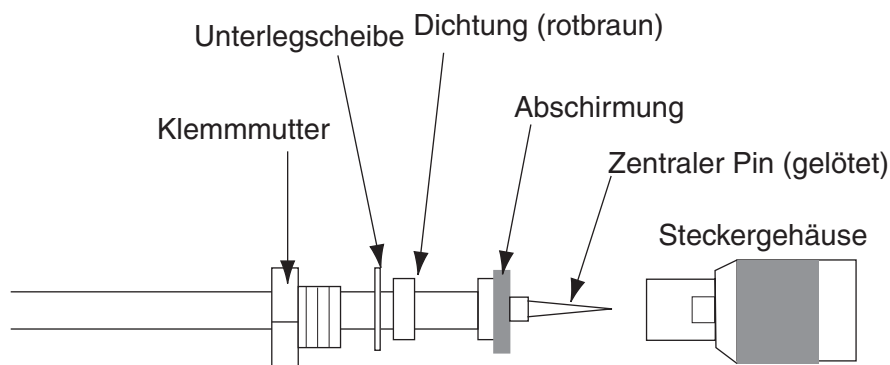

Abbildung 6-2 Zusammenbau des Anschlusses
- Wenn das Antennenkabel durch ein Loch geführt werden soll, das nicht groß genug ist, damit der Anschluss durchpasst, kann der Anschluss mit einer Spitzzange und einem 3/8-Zoll-Maulschlüssel gelöst werden. Nachdem das Kabel durch das Loch geführt wurde, den Anschluss wieder wie in Abbildung 6-2 gezeigt befestigen.